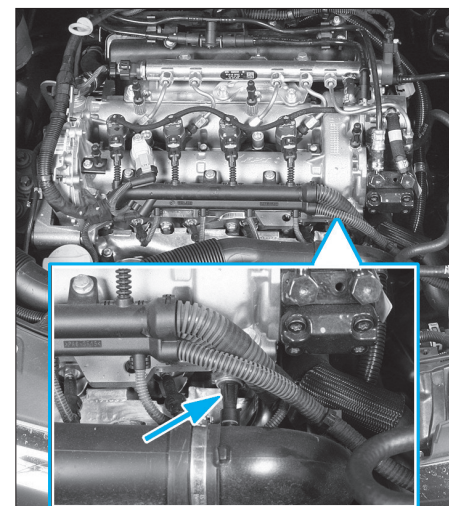

FIG. 19
- Débrancher puis déposer le manocontact de pression d'huile (Fig.19).